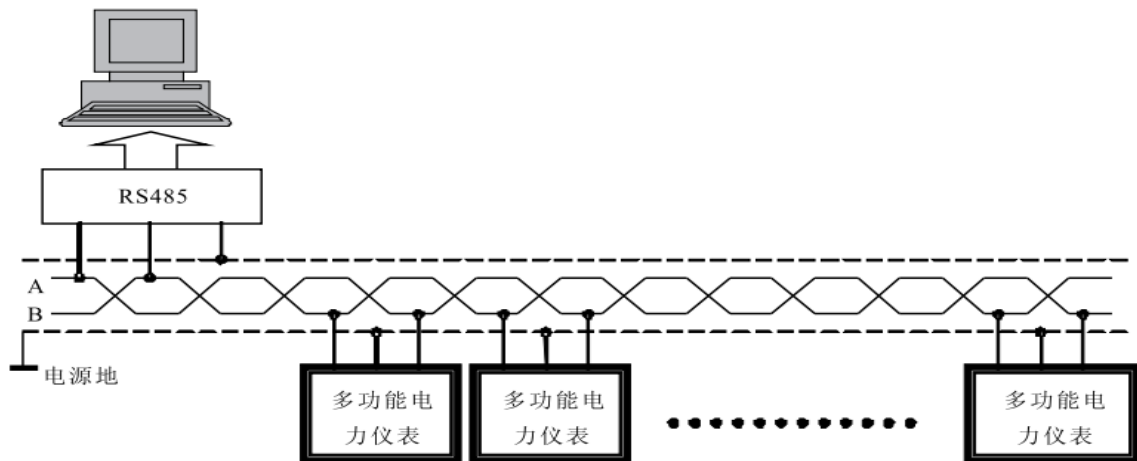

图2 T型网络的连接方式
5.5.1.4 仪表提供串行异步半双工RS485通讯接口, 采用Modbus-RTU协议, 各种数据信息均可在通讯线路上传送。在一条线路上可以同时连接多达32个网络电力仪表, 每个电力仪表均可设定不同通讯地址(Address No.), 不同系列仪表的通讯接线端子号码不同, 通讯连接应使用带有铜网的屏蔽双绞线, 线径不小于0.5平方毫米。布线时应使通讯线远离强电电缆或其他强电场环境, 推荐采用T型网络的连接方式(见图2), 不建议采用星形或其他连接方式。